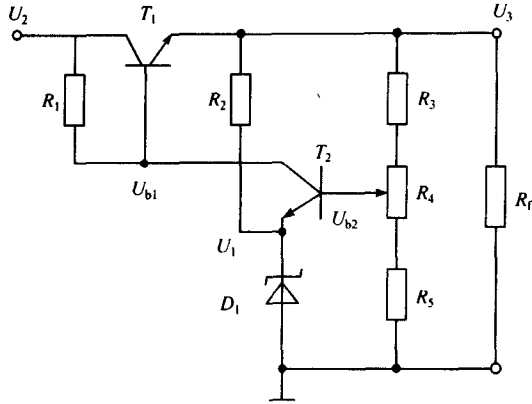

图 1-9 晶体管稳压电源
2. 图 1-9 是晶体管稳压电源。 U_2 是稳压电源输入电压, U_3 是输出电压。指出参考输入电压、被控变量。简述工作原理,说明哪些元件起着放大、测量和执行元件的功能,并绘出系统元件框图。